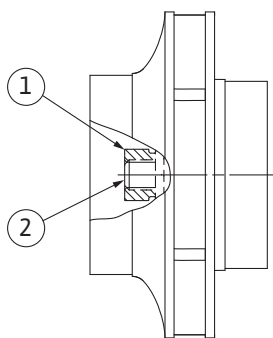

Fig. 106: Správna poloha matice obežného kolesa po montáži
- Hriadeľ pevne držte pomocou plochého kľúča veľkosti 22 mm a maticu obežného kolesa dotiahnite podľa predpísaného uťahovacieho momentu (pozri tabuľku „Uťahovacie momenty“ [► 29]). Matica (Fig. 106, pol. 1) sa musí s koncom hriadeľa (Fig. 106, pol. 2) nachádzať v jednej rovine s presnosťou $\pm 0,5$ mm. Ak to tak nie je, maticu povoľte a zopakujte kroky 4 – 8.